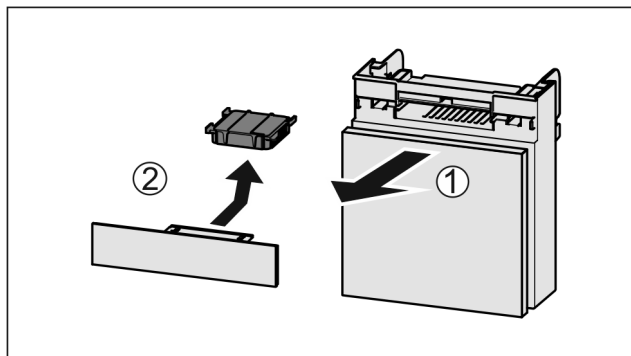

Fig. 168
- Lade vanaf de voorkant eruit trekken Fig. 168 (1).
- Actiefkoolfilter verwijderen Fig. 168 (2).